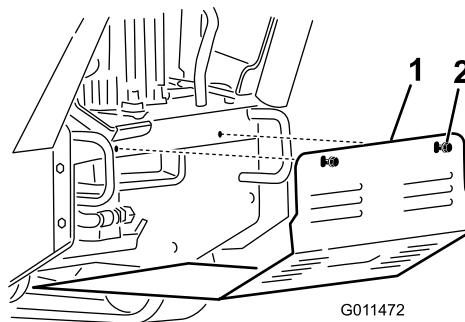

Figura 25
3. Afloje secuencialmente los 2 pernos que sujetan el protector inferior hasta que el deflector quede libre (Figura 25).
5. Para instalar el protector antes de utilizar la máquina, deslice el protector inferior en la máquina de modo que descance sobre las 4 pestañas y sujetelo con los 2 pernos que aflojó anteriormente (Figura 25).